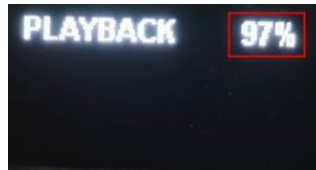

图 2.7 在 Playback 页面查看电量
- 在 Magic Box 中选择“Playback”，单击 Magic Box 的确认键，进入 Playback 页面，可以查看到剩余电量百分比，如图 2.7 所示。